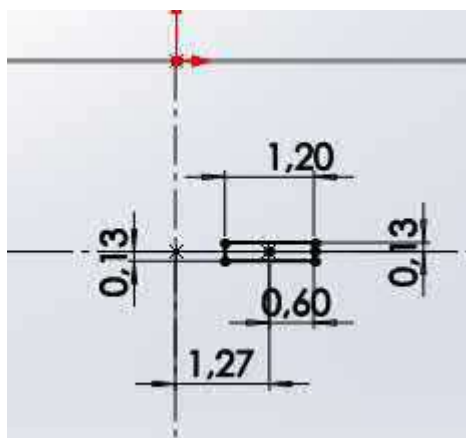

Рисунок 15
2. Смоделируем ножки выводов компонента. Для этого воспользуемся инструментом **Элементы.Бобышка/основание по траектории**. Предварительно необходимо нарисовать эскиз профиля и траектории. Откроем эскиз на боковой поверхности корпуса и нарисуем профиль ближайшей к центру ножки с соблюдением геометрических соотношений, но без соблюдения точных размеров. Зададим точные расстояния и размеры с помощью инструмента **Эскиз.Автоматическое нанесение размеров** (Рисунок 15).